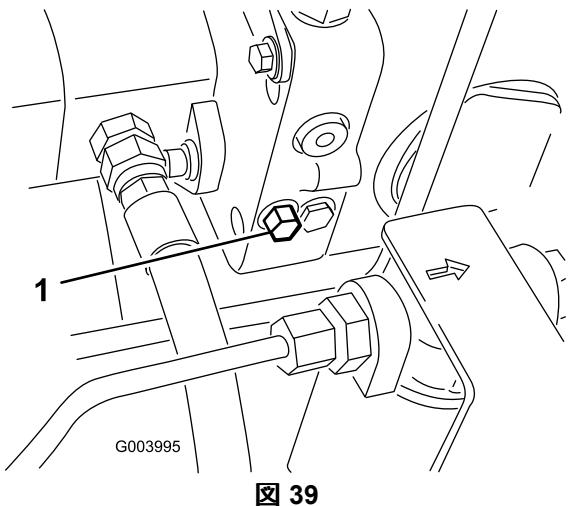

図 39
1. バイパスバルブはハイドロスタッフの左側にある図39。バイパスバルブを右または左11.5回転させると内部でバイパスが形成される。